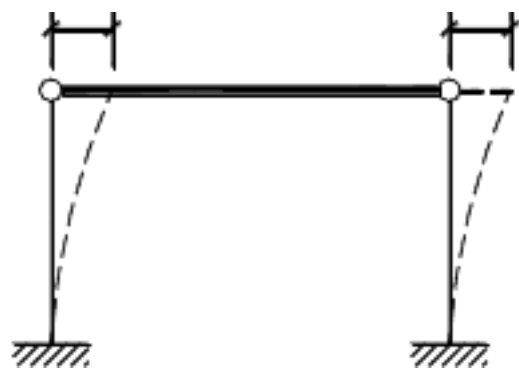

图 7
3. 图 7 排架, 横梁 $EI=\infty$, 质量 m 集中在横梁上。设柱顶产生初始侧移 $y_0=8\text{mm}$, 此时突然释放, 排架自由振动。测得 2 个周期后柱顶的侧移为 $y_2=4\text{mm}$ 。求: